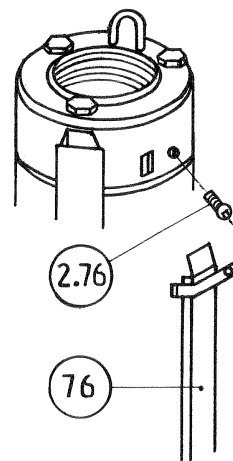

fig. 12
- Dévisser la vis (2.76) de fixation du protège-câble et retirer le protège câble (76) (fig. 12).